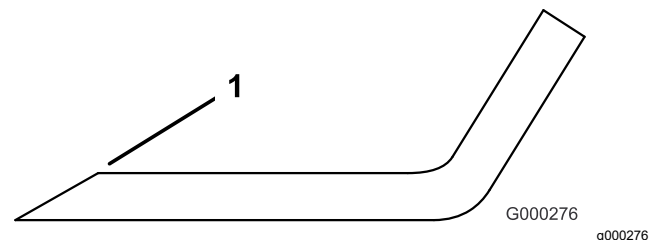

図 125
3. すべてのブレードの刃先を点検し、刃先が丸くなっていたり打ち傷がある場合には研磨する 図 125。
注 研磨は刃先の上面だけに行い、刃の元々の角度を変えないように十分注意する 図 125。左右を同じだけ削るようにすればバランスが狂わない。